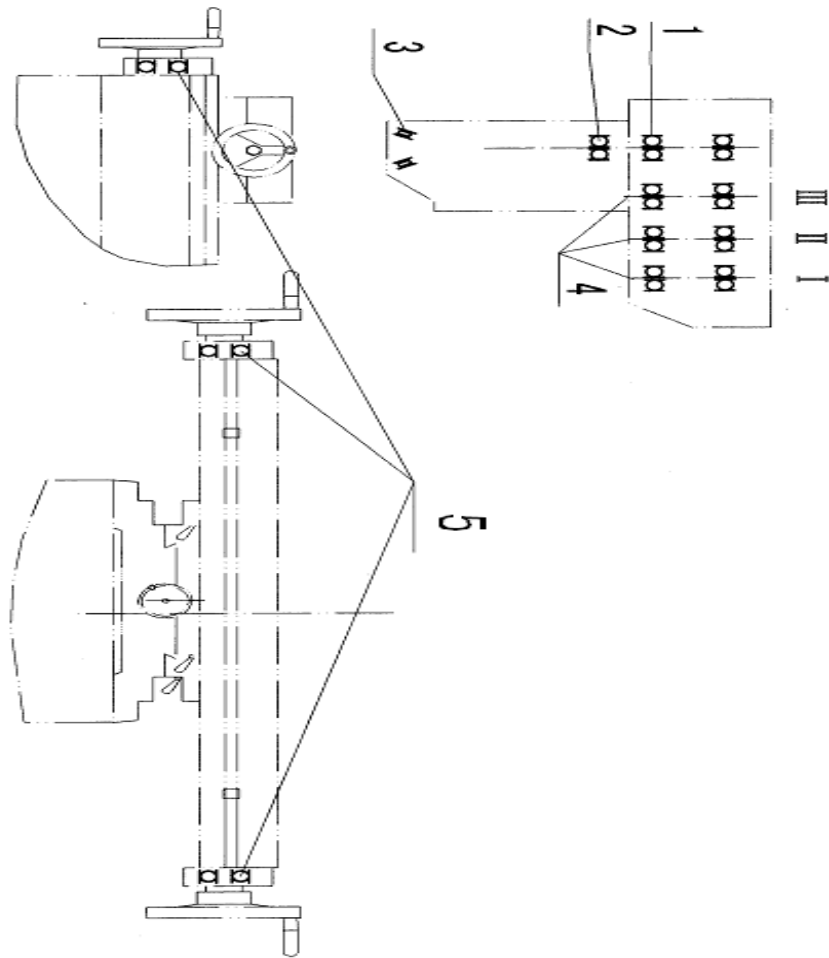

Рис. 3
7.3 Список подшипников (Рис. 3)